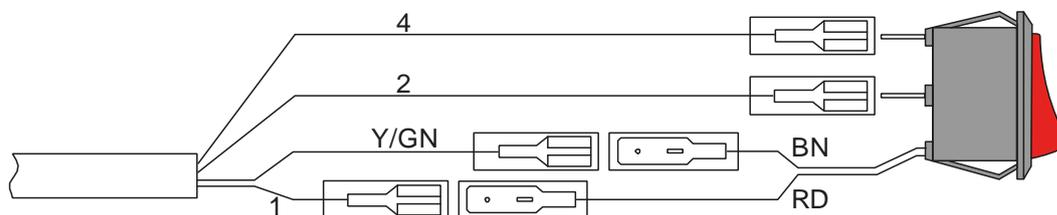

Figura 25: Conexión del unidad de control
- ▶ Establezca la conexión eléctrica de acuerdo con el esquema de conexiones de **PALFINGER Tail Lifts** (véase también Figura 25).